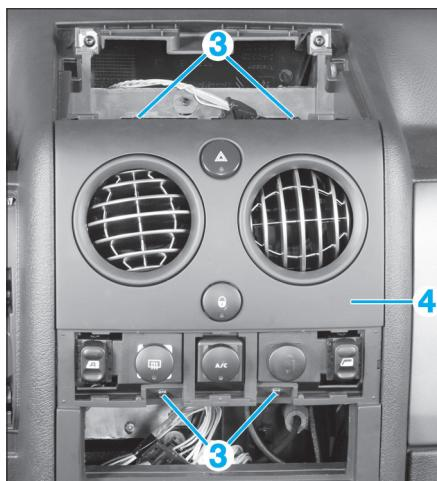

FIG. 15
- les 4 vis de fixation (3) de la façade centrale (4) (Fig.15),